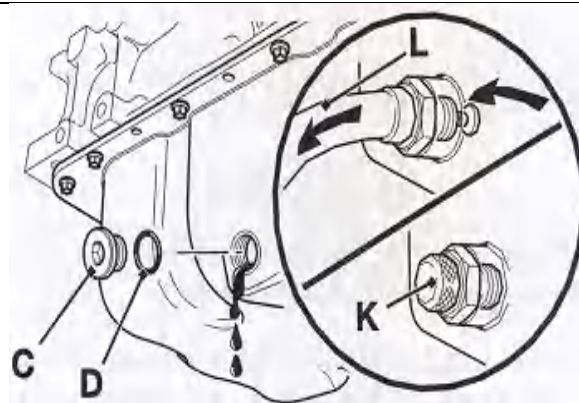

图 3-21 机油排泄口
- 带有机油箱油塞的机器,拔掉机油箱油塞 C 和它的 O 型圈。放光油液,然后清洗并重新安装机油箱油塞和一个新的 O 型圈。用 40-60N.m (30-44lbf·ft) 的扭矩安装油塞。(图 3-21)